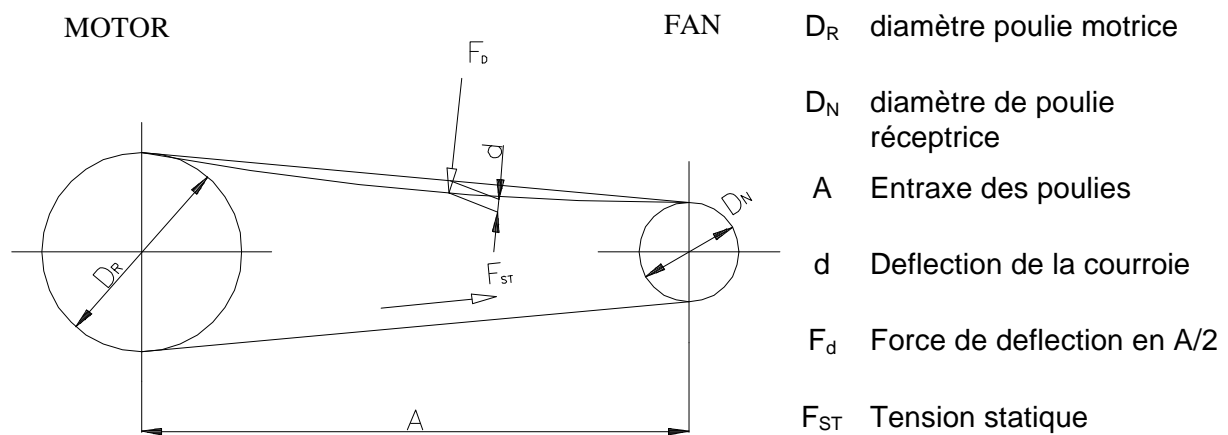

Fig. 2 - Contrôle de la tension des courroies
- La tension des courroies doit être réglée selon la Figure 2 ci après. Les valeurs minimum et maximum de la déflexion après montage des courroies sont indiquées dans la spécification technique de la transmission. Celle-ci est placée avec le manuel technique de montage sur l'intérieur de la porte du caisson ventilateur. Les réglages indiqués sur cette feuille technique doivent être observés impérativement pour éviter une usure anormale des courroies et pour un rendement optimal de l'installation.